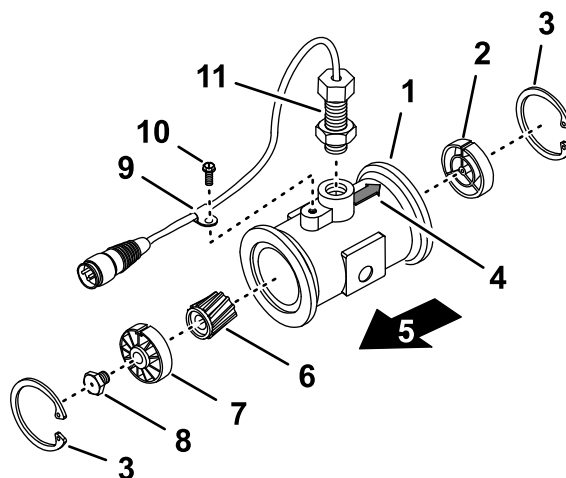

Figura 153
3. Retire el anillo de sujeción del lado “aguas arriba” (Figura 153).